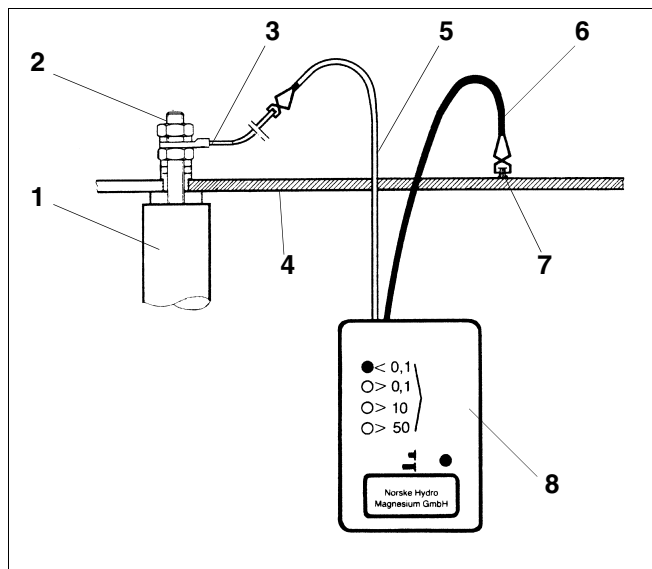
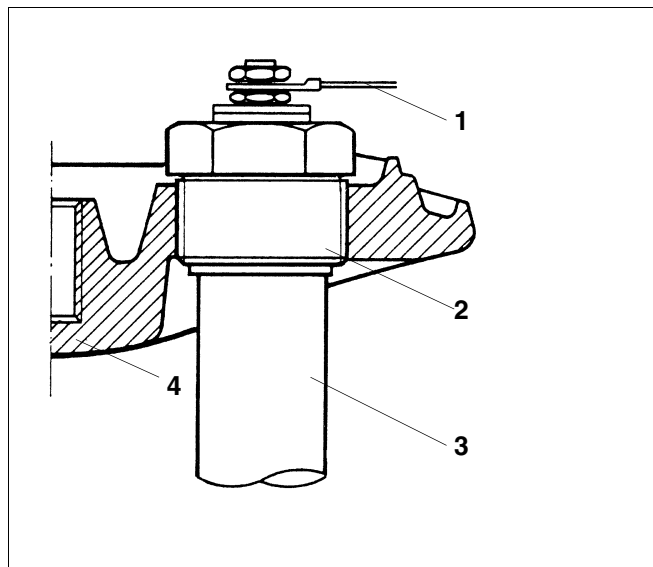

Рис. 2 Проверка анода контрольным прибором
Рис. 3 Резьбовое соединение R1¼
Проведение измерения защитного тока с помощью контрольного прибора для проверки анода (рис. 2, поз. 8) возможно только на баках с изолированной установкой магниевых анодов (рис. 3 - рис. 6). На баках типа HT/H 70, HT/H 110, S 120 и SU 160-200 магниевые аноды установлены без изоляции (рис. 7). Перед использованием контрольного прибора, работающего на батарейках, следует проверить его работоспособность.
Красный измерительный провод прибора (рис. 2, поз. 5) следует подключить к аноду, черный (рис. 2, поз. 6) - к баку-водонагревателю.
- При использовании кабеля заземления со штекером красный кабель необходимо подключить к резьбе M8 магниевых анодов (рис. 2, поз. 2).
Экспликация к рис. 2: проверка анода контрольным прибором
Применяется на TBS-Isocal SEN / SED 140 - 600 и ST / H / B / R 200 - 600 (рис. 3).
- Отсоединить кабель заземления от магниевого анода (рис. 3, поз. 1).
- Гаечным ключом SW 50 выкрутить магниевый анод (рис. 3, поз. 3).
Экспликация к рис. 3: резьбовое соединение R1¼